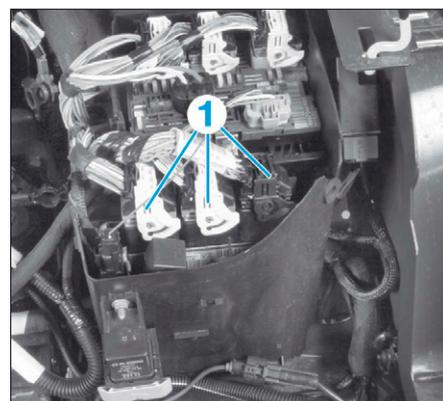

FIG. 39
- Débrancher les connecteurs (1) du calculateur (Fig.39).